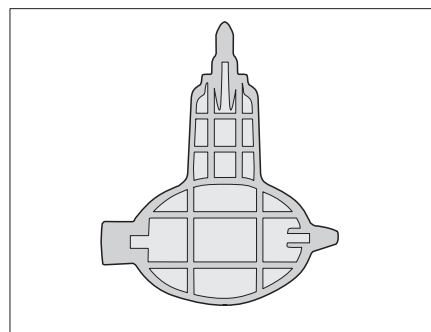

Fig. 374 Chiave per il sifone (solo modello Alpa)
- ▷ Per il modello Alpa è disponibile una chiave (Fig. 374) per sbloccare il sifone.